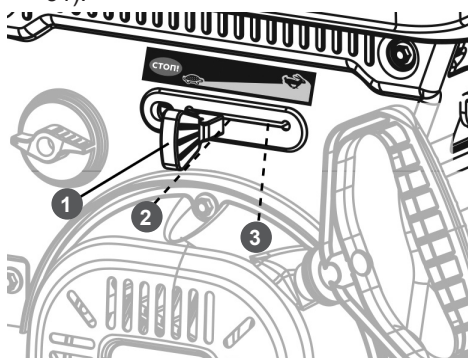

Рис. 31 Положения рычага газа
4. Переведите рычаг газа сначала в крайнее левое положение, затем в крайнее правое, после чего установите рычаг в среднее положение (Рис. 31).
рычаг газа в положение 2 (Рис. 31).
(крайнее левое) (Рис. 31).